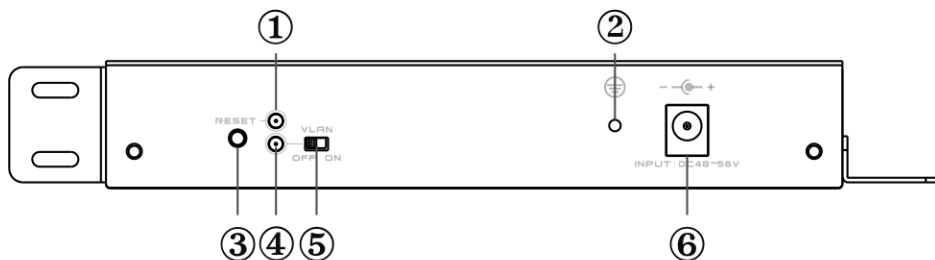

Рисунок 2 – задняя панель изделия
- Подключите блок питания (входит в комплект поставки) к разъему питания 48...56 В (см. рисунок 2).